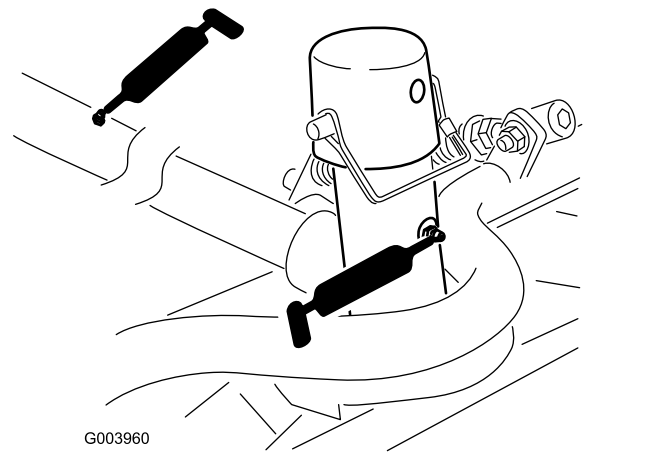

Bild 76
- Schneideinheitträgerahmen und Drehzapfen (2) (Bild 76)